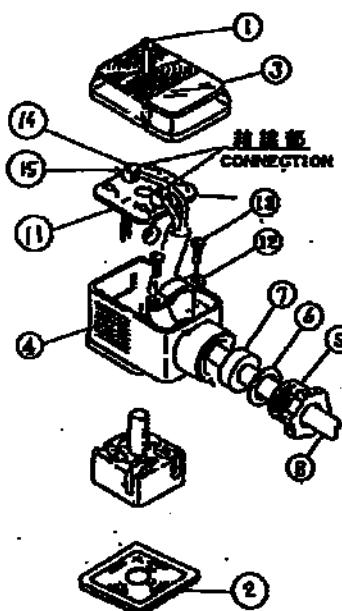

図 10 DIN コネクタの構成(交直変換形)
4.2.3 DIN コネクタ(交直変換形)の端子台へ配線する(図 10 参照)